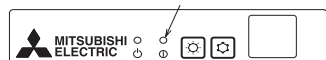

Fig. 9-6
9.3.2. Для беспроводного пульта дистанционного управления [Только для модели SLZ-KA-VAL3] (Fig. 9-6)
- ① Включите питание.
- ② Удерживая нажатыми кнопки MODE SELECT (ВЫБОР РЕЖИМА) и TOO COOL (СЛИШКОМ ХОЛОДНО) на пульте дистанционного управления, нажмите кнопку RESET (СБРОС).
- ③ Отпустите кнопку RESET (СБРОС).
- ④ Отпустите две другие кнопки. Через три секунды на ЖК-экране отображаются все элементы.
- ⑤ Передайте сигнал с пульта ДУ, нажав кнопку OPERATE/STOP (ON/OFF) (РАБОТА/СТОП (ВКЛ./ВЫКЛ.)) на пульте ДУ. (При выполнении вышеописанной процедуры лампа индикации работы OPERATION INDICATOR указывает на режим сбоя.)
- ⑥ Передайте сигнал с пульта ДУ, нажав кнопку OPERATE/STOP (ON/OFF) (РАБОТА/СТОП (ВКЛ./ВЫКЛ.)) для прекращения самопроверки.